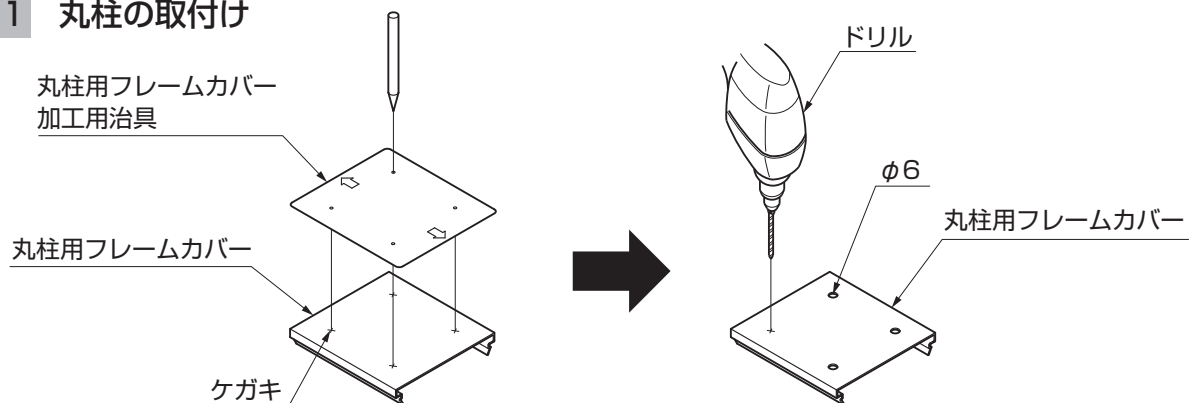

図4-23 丸柱用フレームカバーの加工
- ①丸柱フレームカバー加工治具で丸柱用フレームカバーにケガキ、φ6の穴加工を行ってください。(図4-23参照)